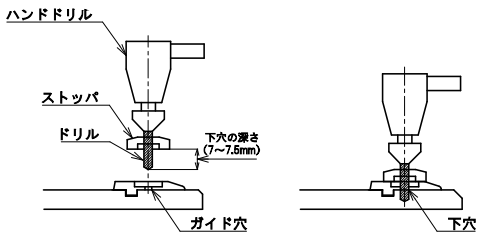

図92 下穴加工
- ④ 専用のストップ付ドリルの下穴深さが7～7.5mmであることを確認したあと、切管用挿しリング (継ぎ輪用) のガイド穴に合わせて、切管用挿しリング (継ぎ輪用) および挿し口に所定の深さの下穴を加工する (図92)。加工終了後は切屑を下穴から除去する。